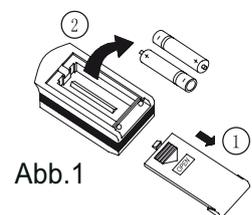

Abb.1
- 1- Nehmen Sie die Abdeckung auf der Rückseite der Fernbedienung ab, indem Sie sie, wie in Punkt 1 in der Abb. 1 angezeigt, diese nach unten schieben.
2. Entnehmen Sie die alten Batterien (Pkt. 2 Abb.1).